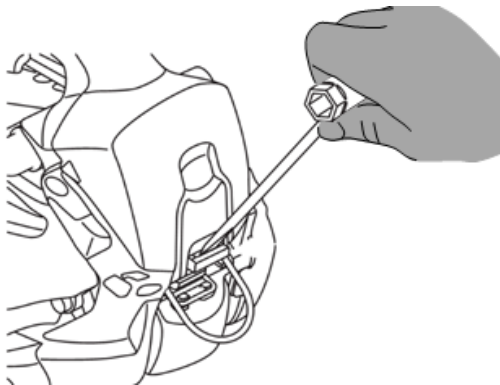

Abb. 30
- a) Entfernen Sie die Filterabdeckung mit einem Schraubendreher (Abb. 30).